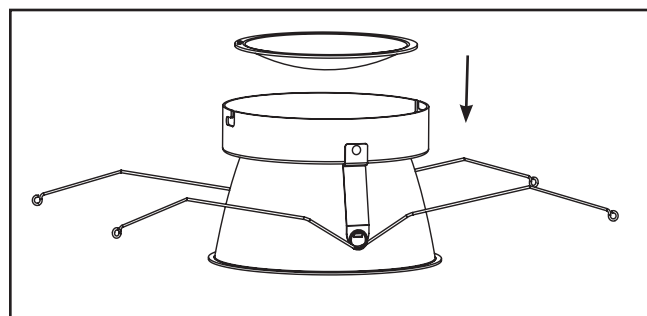

Figure 4.
2. Insérez la lentille dans la garniture inférieure de façon à ce que la face de la partie concave soit vers le bas (Figure 4.).